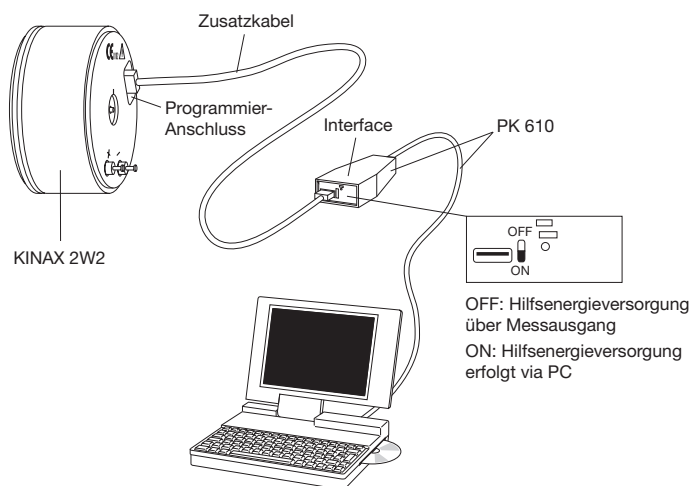

Bild 4
Winkel-Messumformer der Reihe KINAX 2W2 benötigen keine mechanische Nullpunktmarkierung (wird auf Kundenwunsch jedoch angebracht). Er kann nach dem Einbau auf eine beliebige Position eingestellt und dort mit Hilfe der Software 2W2 fixiert werden. Zum Gebrauch der Konfigurations-Software 2W2 ist kein Anschluss der Hilfsenergie am KINAX 2W2 erforderlich (Bild 4; Schalter AUX an PK 610 auf ON).
1. Winkel-Messumformer montieren und mit Messobjekt mechanisch verbinden. KINAX 2W2 nach Bild 4 mit der Programmier-einrichtung verbinden. Konfigurations-Software 2W2 starten. Gerät – wenn nötig – mit den gewünschten Messbereichsdaten konfigurieren.
1. Messumformer in Betrieb nehmen und gemäss Bild 4 an Programmierereinrichtung anschliessen (Schalter AUX am PK 610 auf OFF).